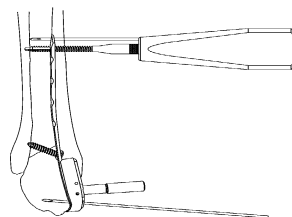

図12
- 12) 骨質が硬い場合は、3.5 ロッキングスクリュータップでプレタップを行います。(図12)